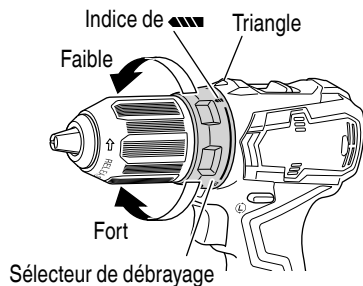

Fig. 11
6. Vérification de la position du sélecteur de débrayage (Voir Fig. 11).
- (2) Indication du couple de serrage (Voir la Fig. 11)
(3) Réglage du couple de serrage (Voir Fig. 11)